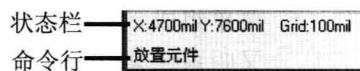

图 1-19 状态栏和命令行
- **状态栏：**用于显示当前所处的工作状态和光标当前位置等，如图 1-19 所示。选择“查看”>“显示命令行”菜单，可以将命令行显示出来，命令行用于显示当前正在执行的命令。